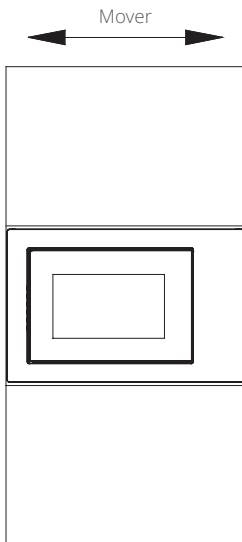

Fig.3
- c) Introduzca el producto en el mueble de cocina según la dirección de la flecha de la figura, y manténgalo centrado. (Fig.3)